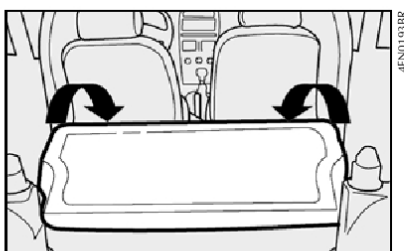

fig. 91
5) Rebater para a frente o encosto, passando os cintos pelos lados, até que este se apoie sobre o assento traseiro **fig. 91**.